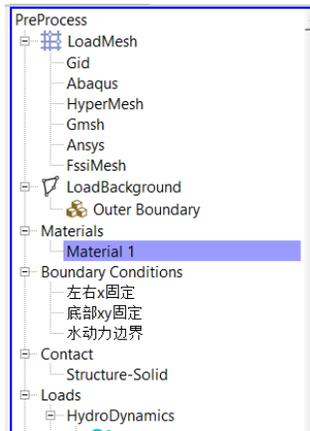
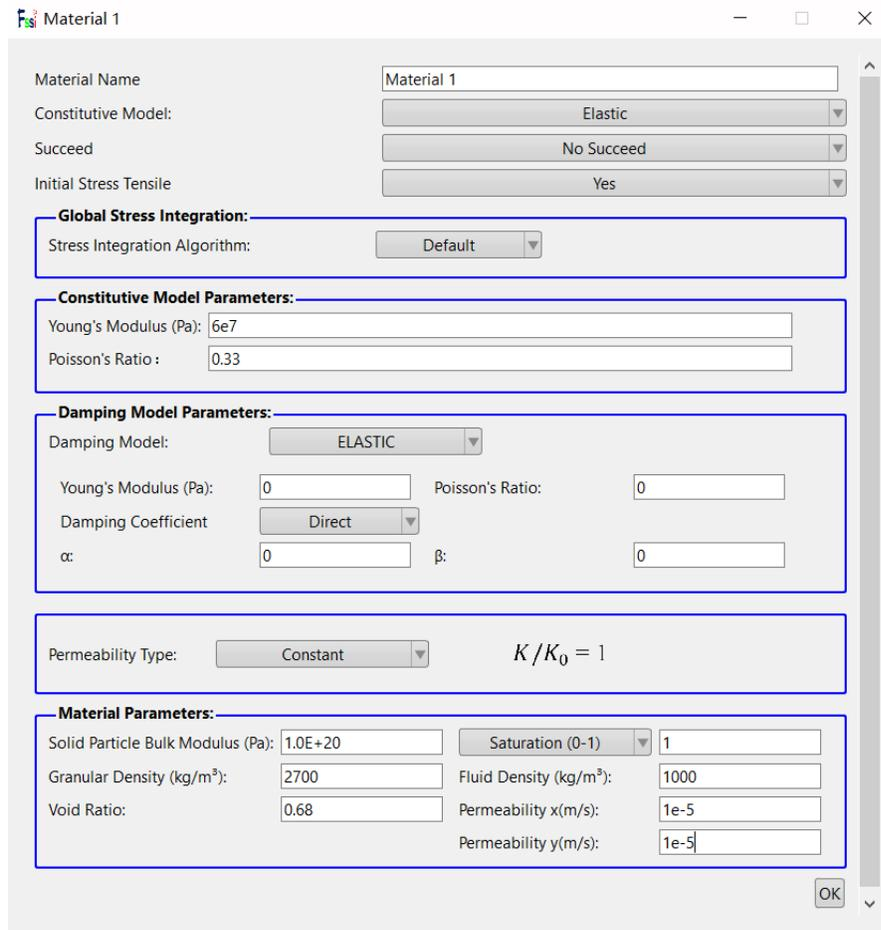

图 1-12 前处理界面中设置材料属性和参数的功能按钮 Material
图 1-13 海床的相关属性参数
在前处理界面上的 Materials 中选择 Material 1，点击进行材料属性和参数的设置，在工作区中用鼠标左键点击海床模型，然后在弹出的窗口中选择线弹性本构模型，并输入海床属性参数，点击 OK，即可设置材料属性和参数，如图 1-12、图 1-13 所示；海床的杨氏模量为 $6e^7$ ，泊松比 0.33，孔隙比 0.68，渗透率 $1e^{-5}$ ，其他设置不变。
Step 2 材料参数和 step 1 相同，具体参数设置参考图 1-13。